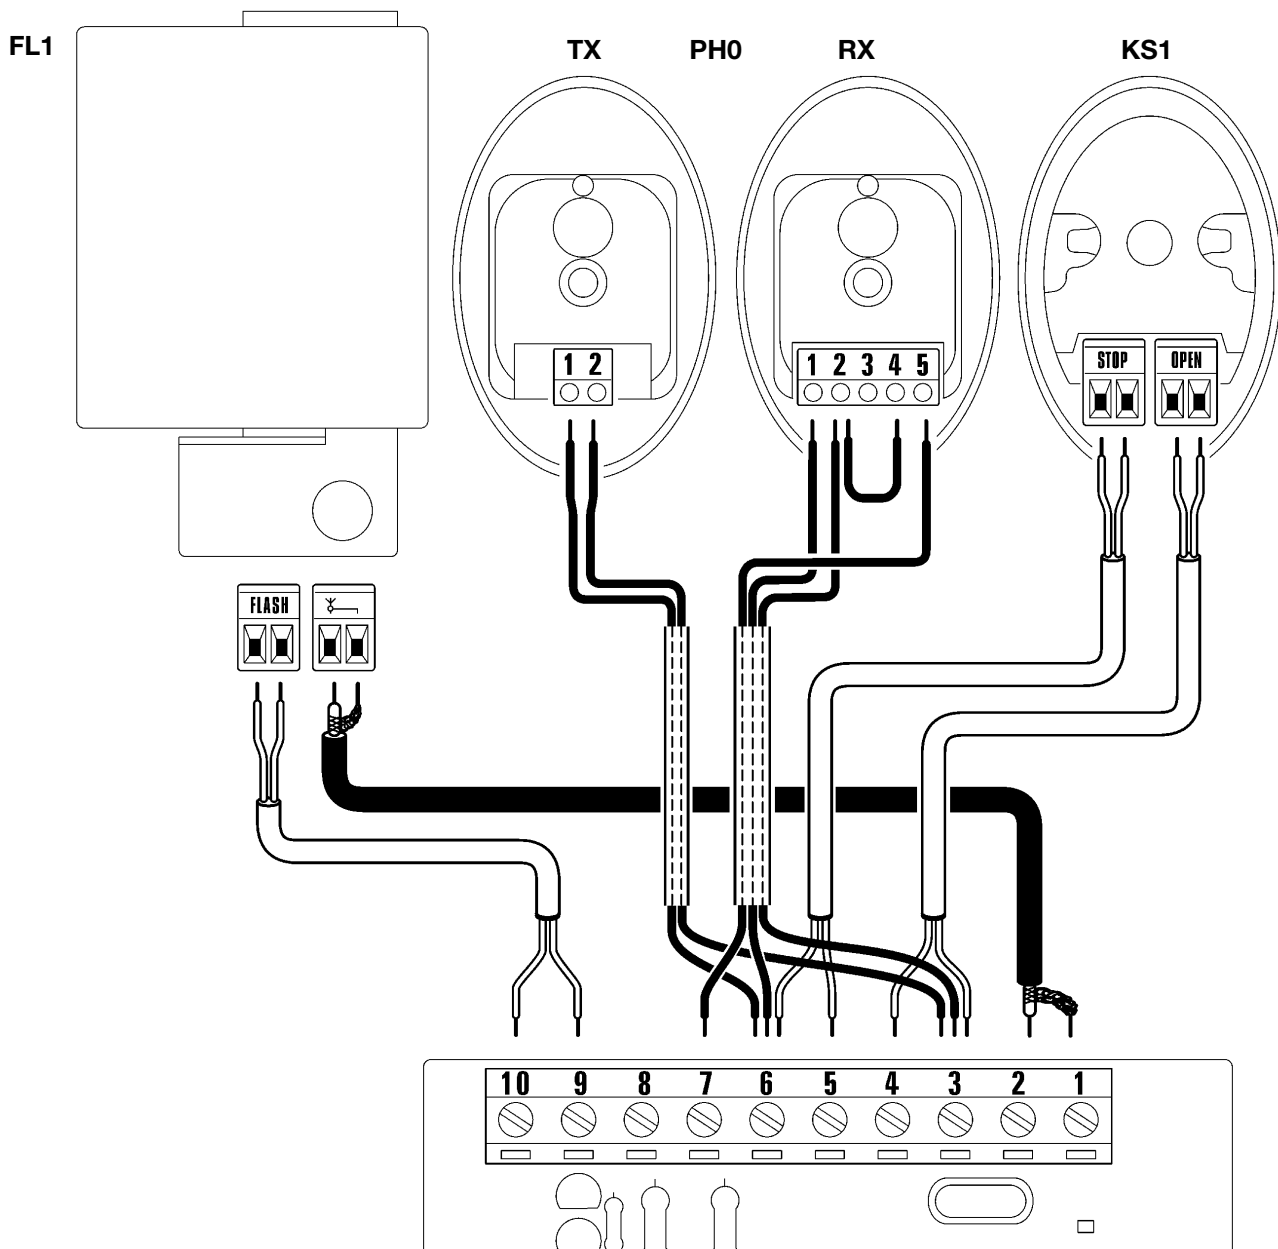

Figura 56
**4** Utilice como referencia la Figura 56 y la descripción de la conexiones presente en la Tabla 6.
- si utiliza las fotocélulas PH0, quite el trozo de hilo entre los bornes 3 y 7 y haga las conexiones como muestra la figura 56.
**1** Realice el fascículo técnico del automatismo que deberá estar formado de: dibujo de conjunto (por ejemplo figura 1), esquema de las conexiones eléctricas (por ejemplo figura 56), análisis de los riesgos y soluciones adoptadas, declaración de conformidad del fabricante de todos los dispositivos utilizados. Para el GD0 utilice el anexo 1 “Declaración de conformidad CE de los componentes del GD0”.